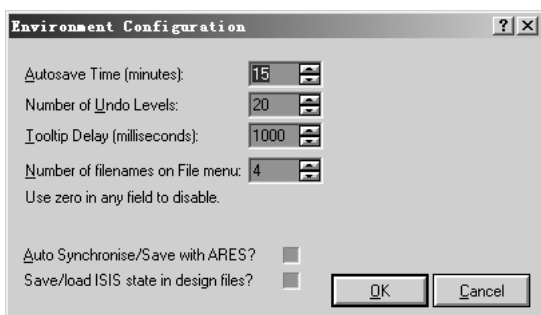

图 4.36 设置环境参数
- **Set Environment:** 设置相关环境参数, 点击后会弹出如图 4.36 所示的对话框, 主要用于自动保存时间 (Autosave Time)、Number of Undo Levels (可撤销的操作数据)、相关菜单栏提示延时 (Tooltip Delay), 在 File 菜单项下显示的最近使用的文件数目 (Number of filenames on File menu) 等。